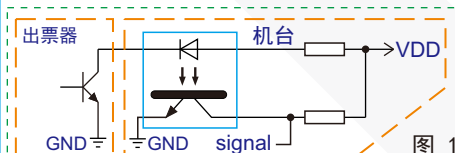

图 1
- 1、出票器输出信号的电路为三极管集电极或者MOS管漏极开路输出方式，建议用户设计接口电路时使用光耦接收讯号（如图1）；